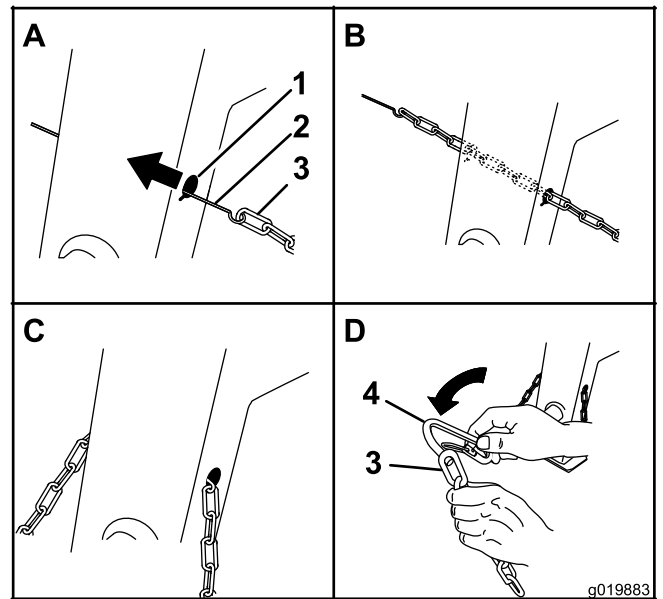

Figura 5
- Enganche la cadena de seguridad en la varilla o el alambre (Figura 5).
- Tire de la varilla o del alambre con la cadena a través de ambos orificios en forma de bocallave (Figura 5).
- Forme un gancho en el extremo de un trozo de varilla flexible o alambre (no incluido) e introdúzcalo a través de ambos orificios en forma de bocallave de la pata delantera de la máquina (Figura 5).